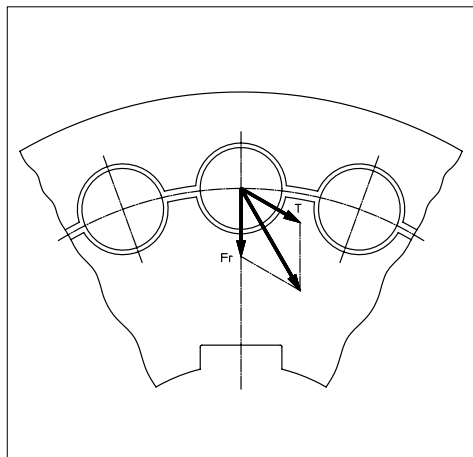

Fig. 6
- ▶ Os roletes absorvem sobre toda sua superfície os esforços de compressão resultantes do torque e da carga radial. O risco de uma fratura de dente resultante dos esforços de flexão é eliminado neste tipo de construção. (Fig. 6).